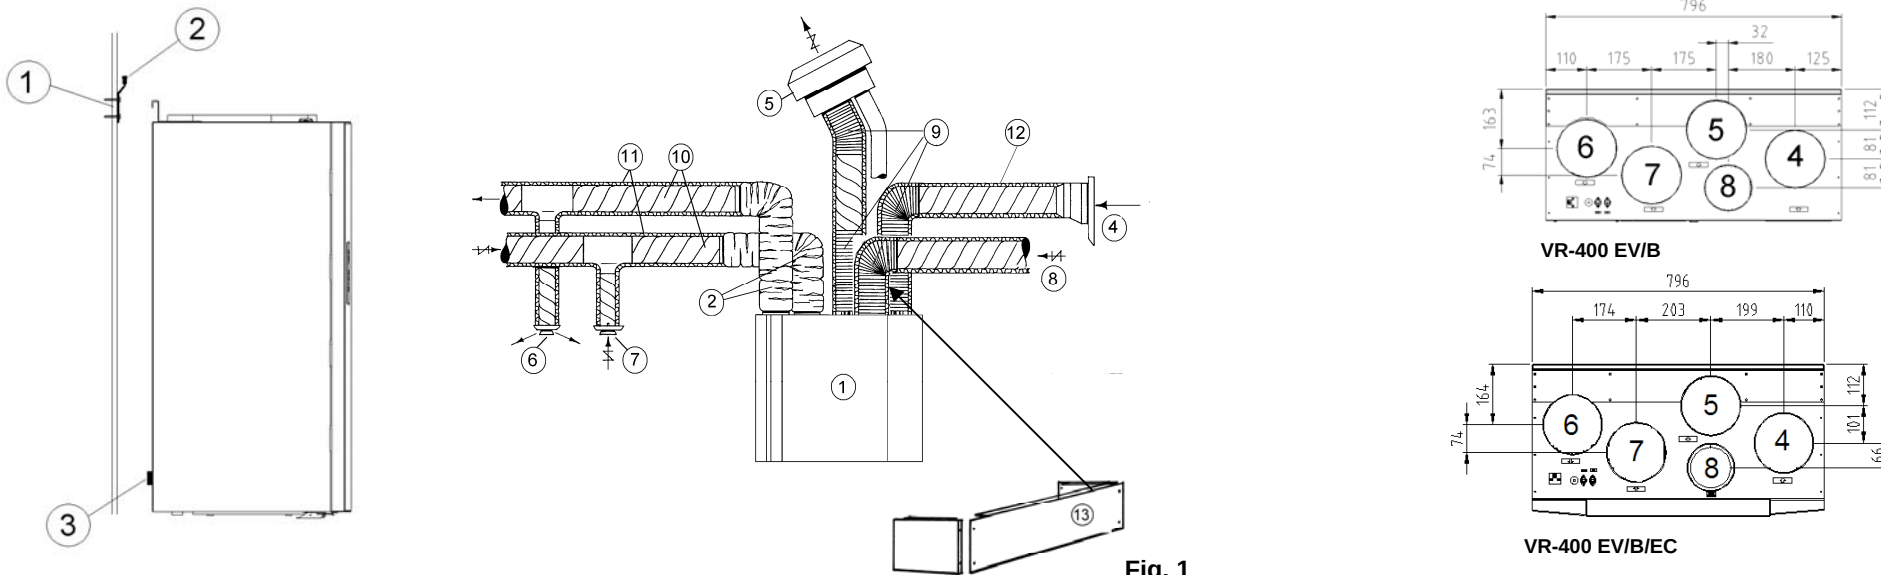

Fig. 1
N**PLASSERING/ADKOMST, AGGREGAT (Fig. 1)**
D**INSTALLATION DER ZENTRALEINHEIT (Fig. 1)**
S**PLACERING/ÅTKOMST, AGGREGAT (Fig. 1)**
GB**INSTALLING THE UNIT/POSITIONING AND ACCESS (Fig. 1)**
- Dersom kjøkkenhette ikke tilkobles, må tilkoblingsstuss "8" for denne blendes (Fig. 1) .
- Om kökskåpa inte ansluts, måste anslutningsstosen "8" för denna täckas/tätas (Fig. 1).
- Wenn keine Dunstabzugshaube angeschlossen "8" ist, muß der Anschluß verschlossen werden (Fig. 1).
- If the unit is not connected to a cookerhood, the connector "8" on the unit must be plugged (Fig. 1).